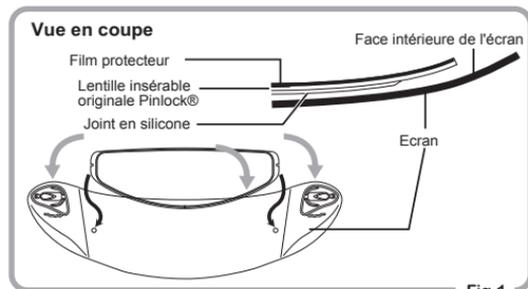

Fig.1
- Appliquez le côté de la lentille insérable originale Pinlock® qui est muni d'un joint en silicone sur la face intérieure de l'écran, sans enlever le film protecteur recouvrant la lentille. En même temps, appliquez la lentille insérable originale Pinlock® sur la face intérieure de l'écran en l'encliquetant dans les broches excentriques. (Fig. 1 et 2)